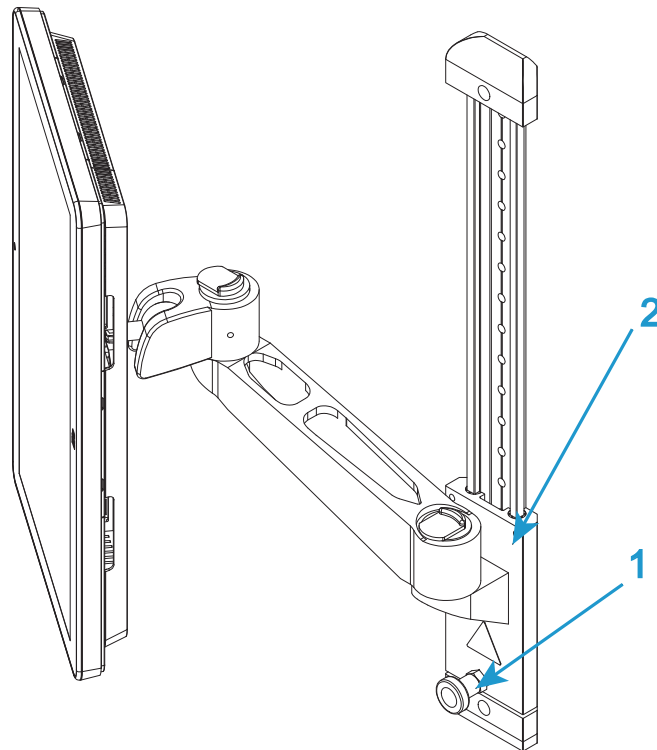

Abbildung 9. Höhenverstellung
1. Sie können die Höhe des Bluehill® Bedienerdashboard für eine komfortable Bedienung für alle Bediener einstellen. Lösen Sie die Verriegelung (1 in Abbildung 9 auf Seite 51) und schieben Sie die Armhalterung (2 in Abbildung 9 auf Seite 51) in die gewünschte Höhe. Ziehen Sie die Verriegelung wieder fest.